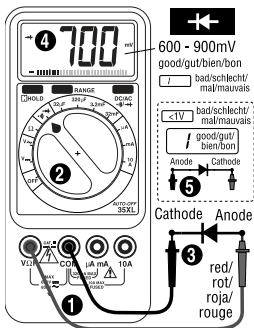

Fig. 4
DIODE AND TRANSISTOR TEST (See Fig. 4)
The diode test measures the forward bias of a diode junction. ❶ Connect test leads as shown in figure 4. ❷ Select $\rightarrow \rightarrow$. The DC/AC $\rightarrow \rightarrow$ button toggles between diode test and continuity test modes. ❸ Apply probe tip of red lead to the anode and of black lead to the cathode of the diode. ❹ The meter's display indicates the forward voltage drop (approximately 0.7V for silicon diode or 0.4V for germanium diode). An open diode is indicated by overload (OL). ❺ Reverse test lead connections to perform a reverse bias test. "OL" indicates a good diode.
D • Dioden- und Transistortest (siehe Fig. 4)
F • Test de Diodes et de Transistors (Fig. 4)
❶ Connectez les cordons comme indiqué en figure 4. ❷ Sélectionnez $\rightarrow$. Le bouton DC/AC $\rightarrow$ choisit entre test de diodes et test de continuité. ❸ Connectez la pointe du cordon rouge à l'anode et l'autre à la cathode. ❹ L'afficheur indique la chute de tension en direction passante (approx. 0.7V pour diodes au silicone ou 0.4V pour germanium). Une diode ouverte est indiquée par OL (surcharge). ❺ Inversez les connexions pour un test en direction de blocage. "OL" indique une bonne diode.